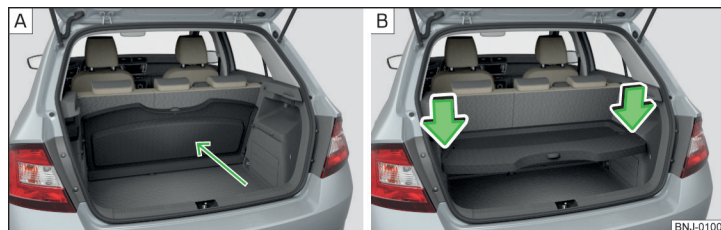

Fig. 108 Masca portbagajului: în spatele banchetei din spate/depozitată în poziția inferioară
Masca poate fi scoasă din autovehicul, eventual se poate depozita în două poziții » fig. 108 la pagina 85.
Masca portbagajului poate fi depozitată în spatele banchetei » fig. 108 - **A** sau în poziția inferioară » fig. 108 - **B**.
- Apăsați pe partea superioară a capacului în sensul săgeții » fig. 108 - **B**.